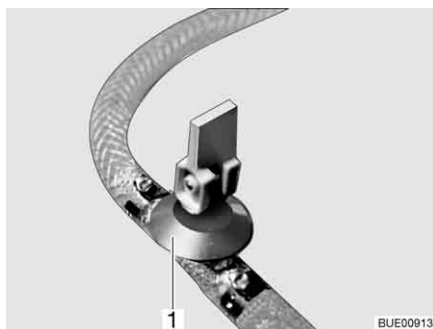
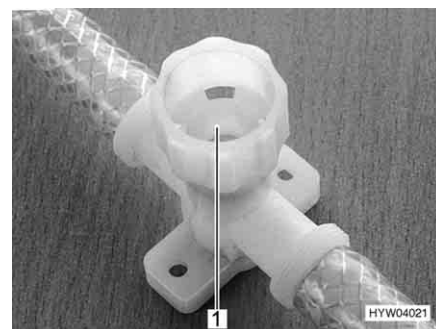

Fig. 242 Robinet de vidange (avec levier à bascule)
Fig. 243 Robinet de vidange (avec capuchon tournant)
- Fermer tous les robinets de vidange. Placer pour ce faire le levier à bascule (Fig. 242,1) à l'horizontale ou faire tourner le capuchon du robinet de vidange (Fig. 243,1) dans le sens des aiguilles d'une montre.